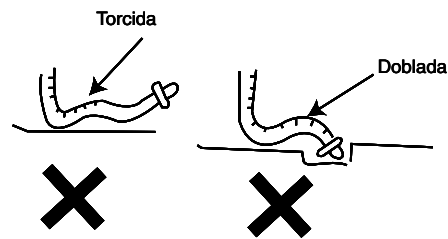

Fig. 3
2. No tuerza ni doble la manguera de drenaje, de lo contrario el equipo se llenará de agua. (Fig. 3)